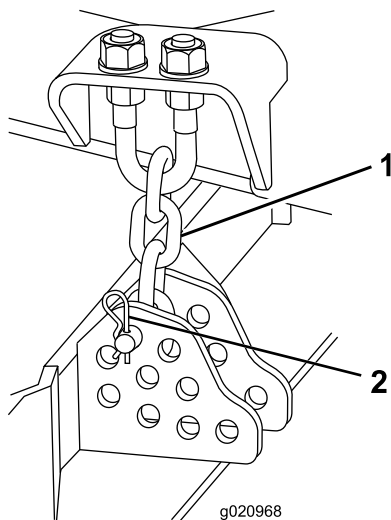

Bild 20
- Entfernen Sie den Splint und den Lastösenbolzen, mit denen die Schnitthöhenkette an der Rückseite des Mähwerks befestigt ist (Bild 20).